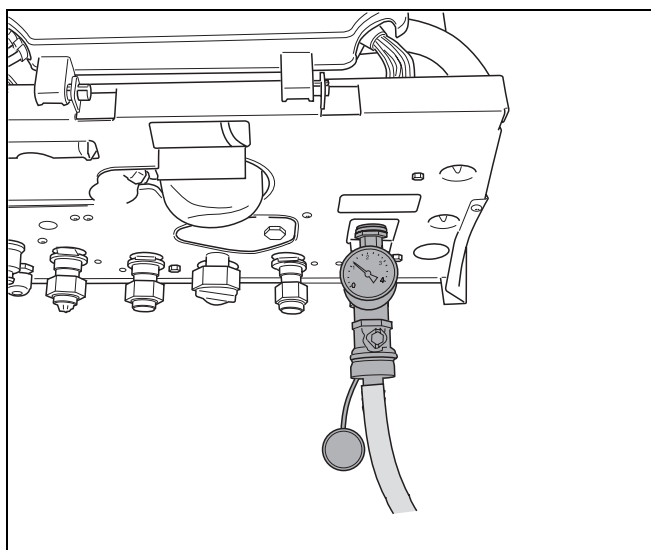

fig. 8 Esvaziar a instalação de aquecimento
- Ligar a mangueira à válvula de enchimento do aparelho (fig. 8).